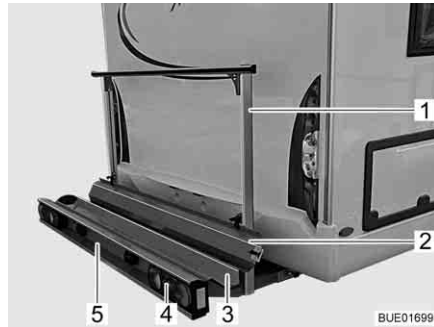
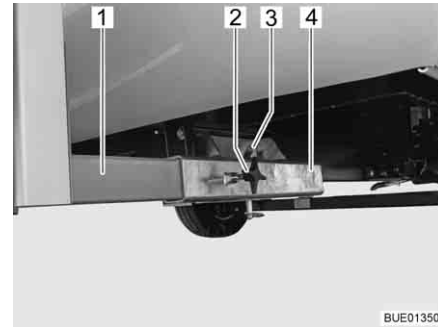

Fig. 4 Portapacchi
Fig. 5 Fissaggio al veicolo
Il portapacchi (Fig. 4) consente il trasporto di una motocicletta o di un motorino con un peso fino a 130 kg.
- Vasca di trasporto (Fig. 4,3) e staffa di supporto (Fig. 4,1) con fissaggio al veicolo (Fig. 5)
- Luci posteriori (Fig. 4,4)
- Luce targa del veicolo (Fig. 4,5)
- Guida di transito (Fig. 4,2)
I due longheroni (Fig. 5,1) del portapacchi sono fissati mediante viti ad alette (Fig. 5,2) ai supporti del perno quadro (Fig. 5,4) sul pavimento del veicolo. Il portapacchi è fissato tramite un bullone (Fig. 5,3) con anello di arresto.